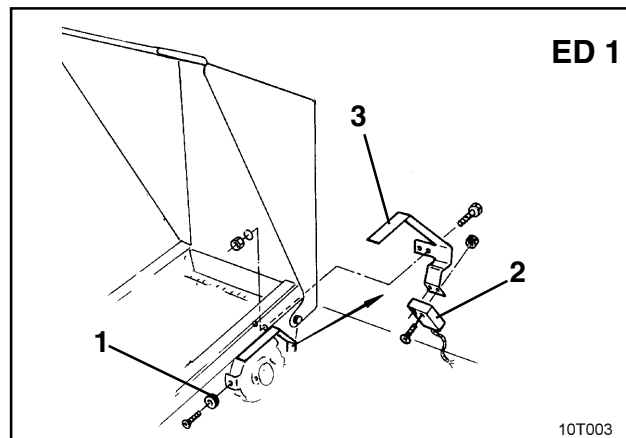
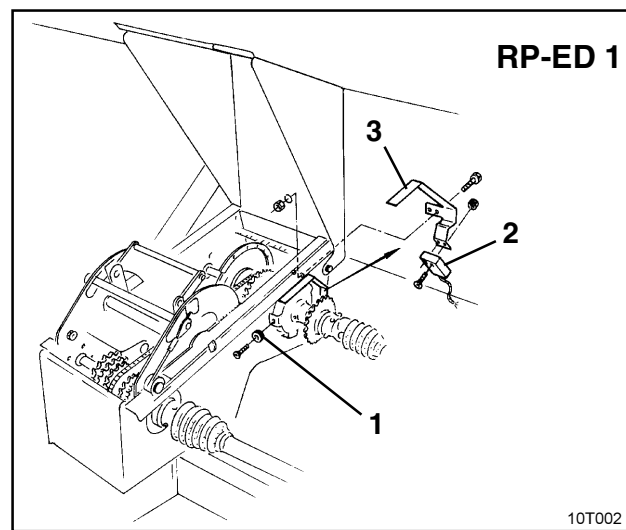

Fig. 9.6
Fig. 9.7
Sensor und Magnet bei **ED 1** (Fig. 9.6) bzw. **RP-ED 1** (Fig. 9.7) am Eingang des Kettenradverstellgetriebes befestigen:
- ☐ Magnet (Fig. 9.6/1 bzw. Fig. 9.7/1) mit Schneidschraube M4 x 10 an der Impulsscheibe der Getriebeeingangswelle anschrauben.
- ☐ Zur Befestigung des Sensors Impulshalter (Fig. 9.6/3 bzw. Fig. 9.7/3) lösen und anschließend wieder anschrauben.
- ☐ Sensor (Fig. 9.6/2 bzw. Fig. 9.7/2) am Impulshalter (Fig. 9.6/3 bzw. Fig. 9.7/3) anschrauben.